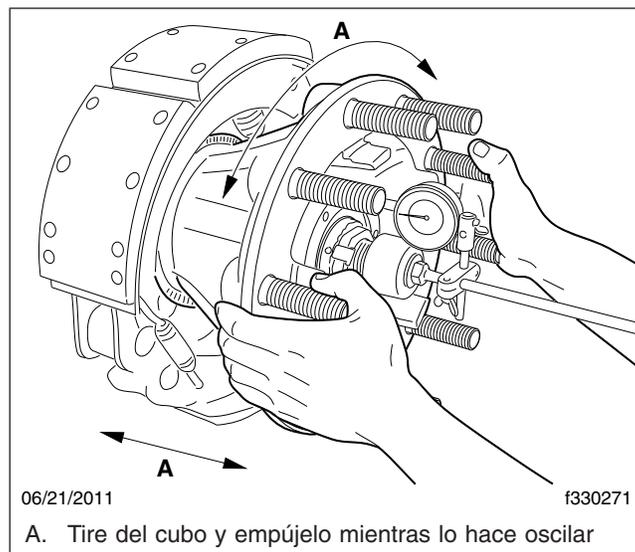

Figura 12, Medición del juego longitudinal
- 11.2 Para asentar los rodamientos, sujete el cubo en las posiciones de las tres y las nueve horas del reloj, y empújelo hacia dentro haciéndolo oscilar a unos 45 grados. Mantenga la presión en el cubo, anote la medición desde el interior y luego tire del cubo hacia afuera inclinándolo como antes. Mantenga la presión en el cubo y anote la medición desde el exterior. Vea la Figura 12.